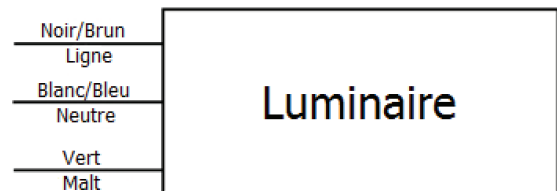

Figure 3
- Connecter les fils d'alimentation à l'aide des capuchons de connexion fournis, comme illustré. (Fig. 3) Fil noir au noir (phase), blanc au blanc (neutre), vert au vert (MALT).
- Connecter les fils électriques à l'intérieur du luminaire à l'aide des capuchons de connexion inclus, comme illustré. (Fig. 3)